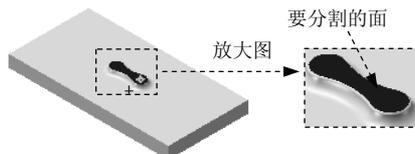

图 4.4.20 定义要分割的面
(4) 定义分割面。选取图 4.4.20 所示的模型表面为要分割的面。